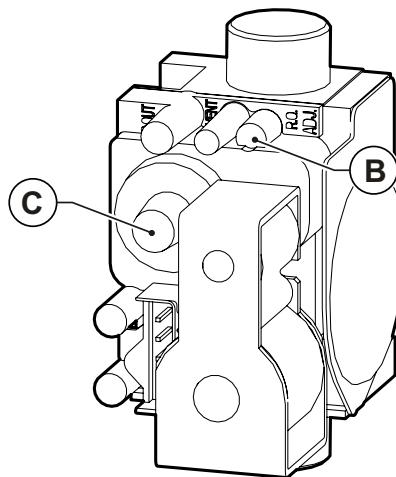

Рис. 26 Регулювання концентрації вуглекислого газу
- Відрегулюйте рівень вмісту вуглекислого газу (CO2) в димових газах за допомогою відповідного регулятора **B** (дивись Рис. 26 Регулювання концентрації вуглекислого газу) та переконатися, що його значення знаходитьться у межах, вказаних в Таб. 13 Вміст CO2 в димових газах. Не виключаючи режим "сажотрус", перейдіть до наступного етапу - регулюванню на мінімальній потужності.
- Відрегулюйте рівень вмісту вуглекислого газу (CO2) в димових газах, обертаючи гвинт «offset» **C** (дивись Рис. 26 Регулювання концентрації вуглекислого газу) та переконатися, що його значення знаходитьться у межах, вказаних в Таб. 13 Вміст CO2 в димових газах.